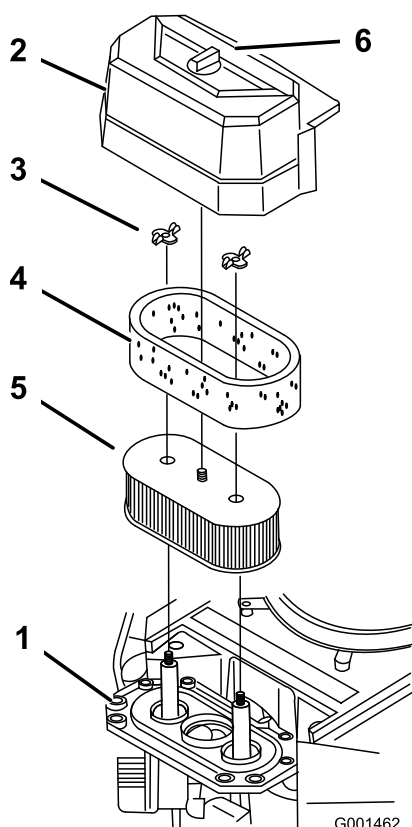

Figura 29
3. Pulite intorno al filtro dell'aria per evitare che la morchia possa penetrare nel motore provocando gravi danni (Figura 29).
4. Svitare la manopola di copertura e rimuovete la copertura del filtro dell'aria (Figura 29).
5. Togliete i 2 dadi ad alette e rimuovete il gruppo filtro dell'aria (Figura 29).
6. Tirate via con cautela l'elemento in schiuma sintetica dall'elemento di carta (Figura 29).
1. Non pulite il filtro primario di carta. Sostituitelo dopo 200 ore di servizio (Figura 29).
1. Infilate con cautela l'elemento in schiuma sintetica sull'elemento di carta (Figura 29).
2. Collocate il gruppo filtro dell'aria sull'apposita base e fissatelo con i 2 dadi ad alette (Figura 29).
3. Posizionate la copertura del filtro dell'aria e serrate la manopola di copertura (Figura 29).